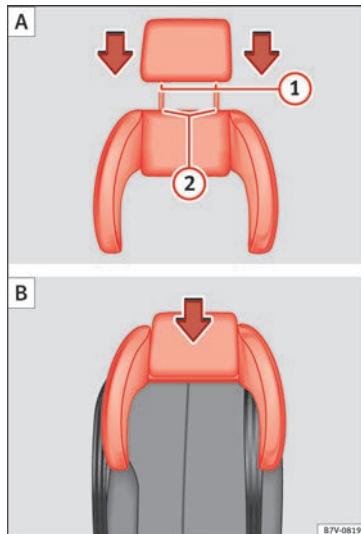

Abb. 29 Integrierter Kindersitz: Kopfstütze auf die seitliche Kopfstütze A aufstecken und B einbauen.
- Führungsstangen » **Abb. 29 A ①** der Kopfstütze in die Öffnungen der seitlichen Kopfstütze » **Abb. 29 ②** stecken.
- Kopfstütze zusammen mit der seitlichen Kopfstütze in die vorgesehenen Öffnungen der entsprechenden Sitzlehne stecken » **Abb. 29 B**.